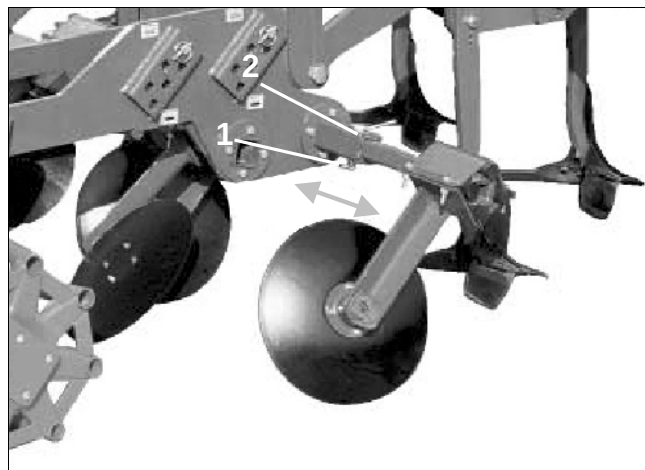

Fig. 10
- Desserrez les goupilles d'arrêt (Fig. 10/1).
- Retirez les axes (Fig. 10/2).